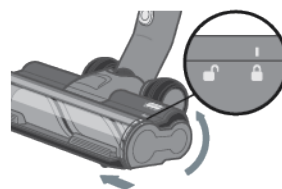

Figure 20
7. Tourner l'ensemble brosse à rouleau jusqu'à ce qu'il se verrouille en place et soit solidement fixé (Figure 20).